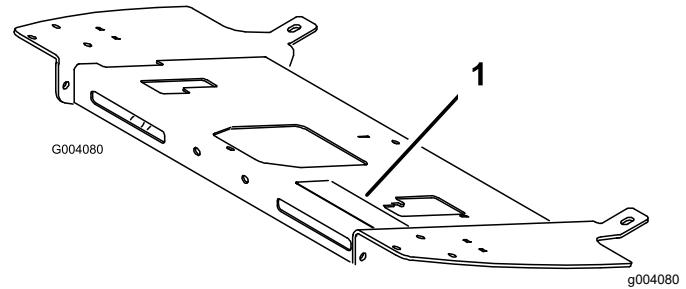

Bild 14
3. Kleben Sie den entsprechenden Gefahrenaufkleber über den vorhandenen Aufkleber an der Bedienerplattform (Bild 14):